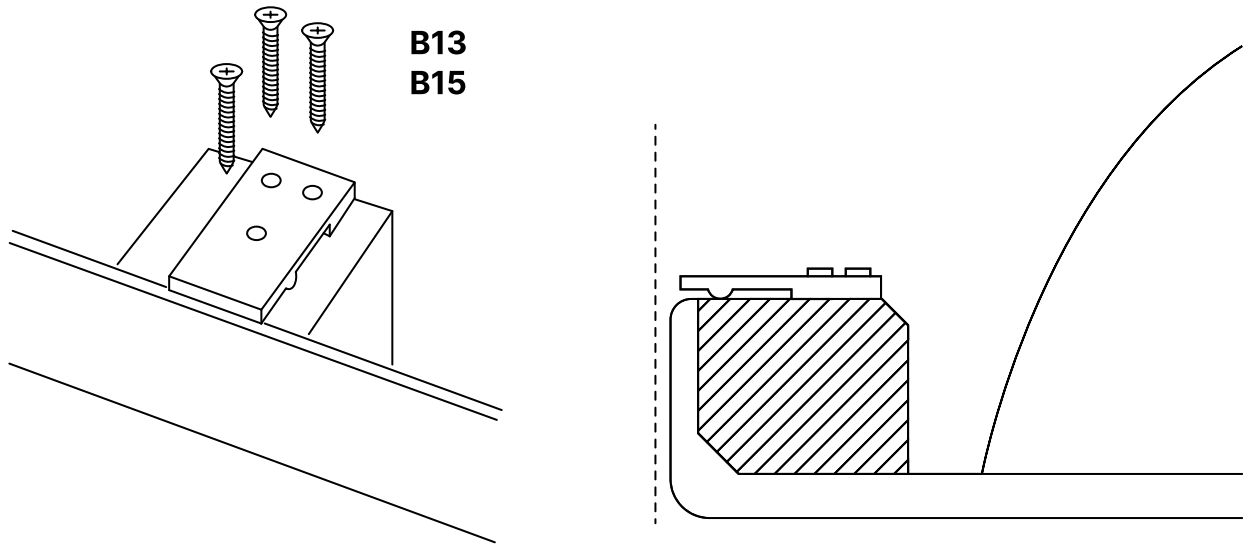

рисунок 5
4.1. Прикрутите саморезами (B13) зажим для экрана (B15) к полиуретановым кубикам на перевёрнутой ванне. Кубики уже установлены на внутренней части чаши ванны. - *рисунок 5*